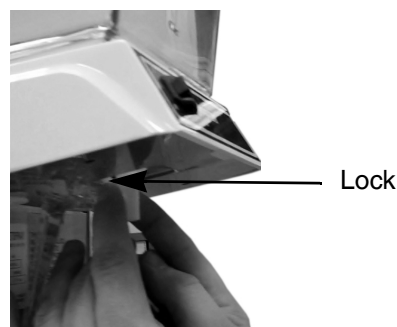

Figure 2 .
2. Grasp the clips on the push handle support spout, as shown in Figure 2.
2. Sujete los clips en el soporte manillar pico, como se muestra en la Figure 2.